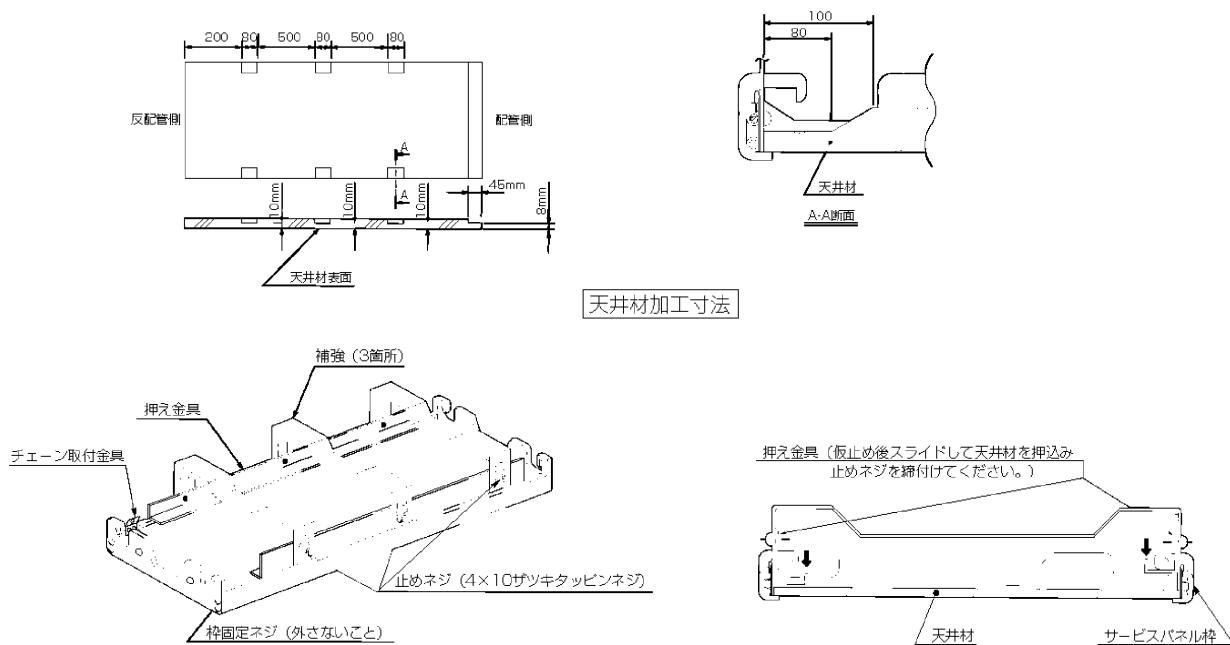

図17
- ・建材の厚さが10mmを超えると、天井材を図17のように加工してください。ただし、建材の質量は上表を参照してください。